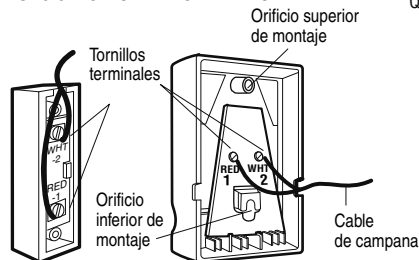

Figura 4 QUITAR LA TAPA
2. **Modelo 1210EM- Botón de control de la puerta:** Extraiga la cubieta del Control de Puerta iluminada. Sujete firmemente con tornillos de 6ABx1-1/2" (Figura 4).